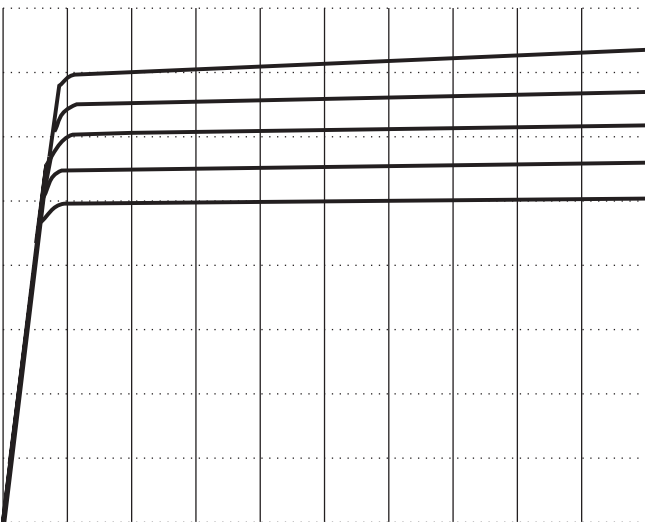

Bild 4
Wird bei gewählter Funktion MIN ⑦ der Drehknopf im Uhrzeigersinn betätigt, verschiebt sich die Lage der untersten Kennlinie nach oben (vgl. Bild 4).